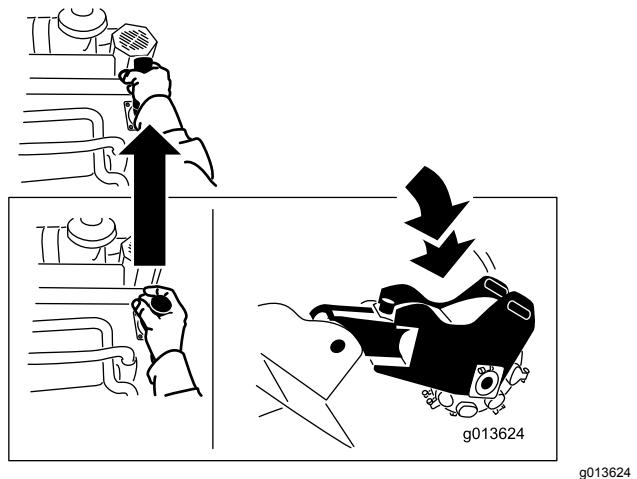

Figura 13
- Para baixar o triturador, empurre a alavanca para a frente (Figura 13).